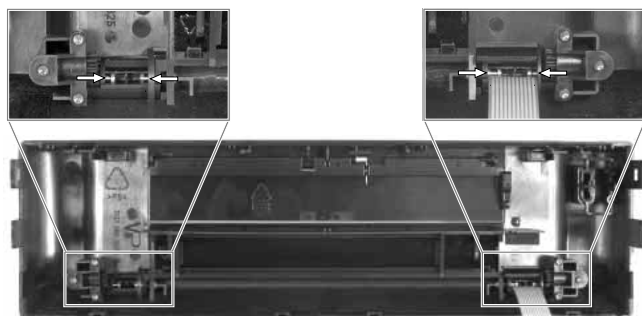

Fig. 5
- 4 Scharnierstifte in die angegebene Richtung schieben (Fig. 5).
- Push the 4 hinge pins in the direction of the arrows (Fig. 5).